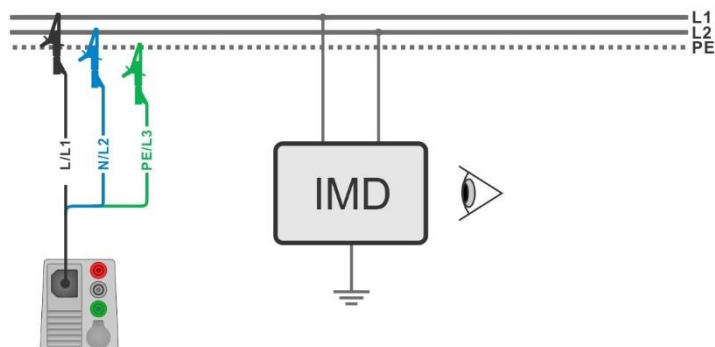

Figura 7.92: Conexión con punta de prueba de 3 hilos
- Conecte las puntas de prueba de 3 hilos al objeto a prueba (vea la **Figura 7.92**).